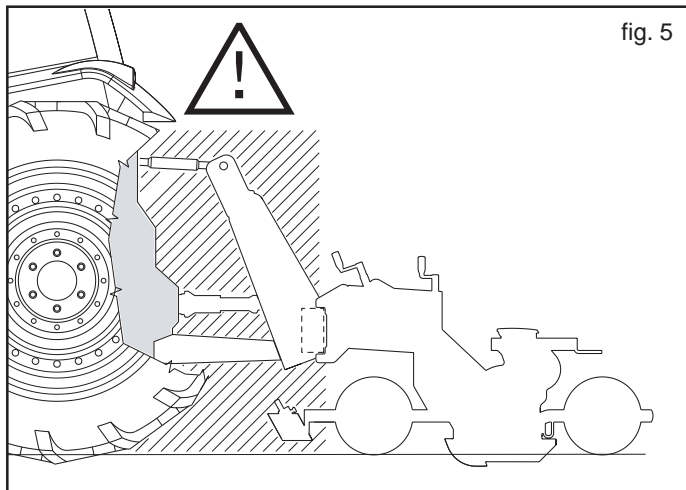

fig. 5
- 25) È assolutamente vietato interporre fra il trattore e l'attacco per manovrare il comando dall'esterno per il sollevamento (Fig. 5).
- 26) È assolutamente vietato interporre tra il trattore e l'attrezzatura (Fig. 5) con motore acceso e cardano inserito. È possibile interporre solo dopo aver azionato il freno di stazionamento ed aver inserito, sotto le ruote, un ceppo o un sasso di bloccaggio di adeguate dimensioni.